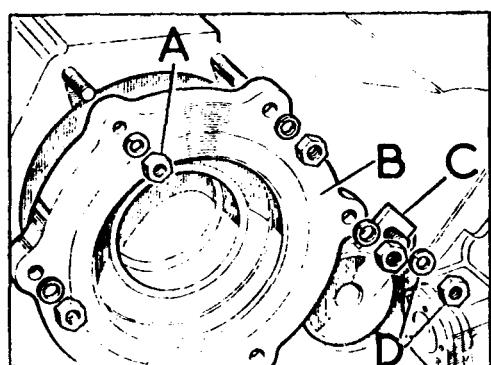

Fig. C1-26 Caja del cojinete trasero del eje de salida
- B) Tornillos y arandelas (10) de la tapa
1.4. Desmontar la caja, B (Fig. C1-26) del cojinete trasero del eje de salida, o, si la lleva instalada, la toma de fuerza. Soltar la tuerca, D, y la placa-retén, C, del eje intermedio.